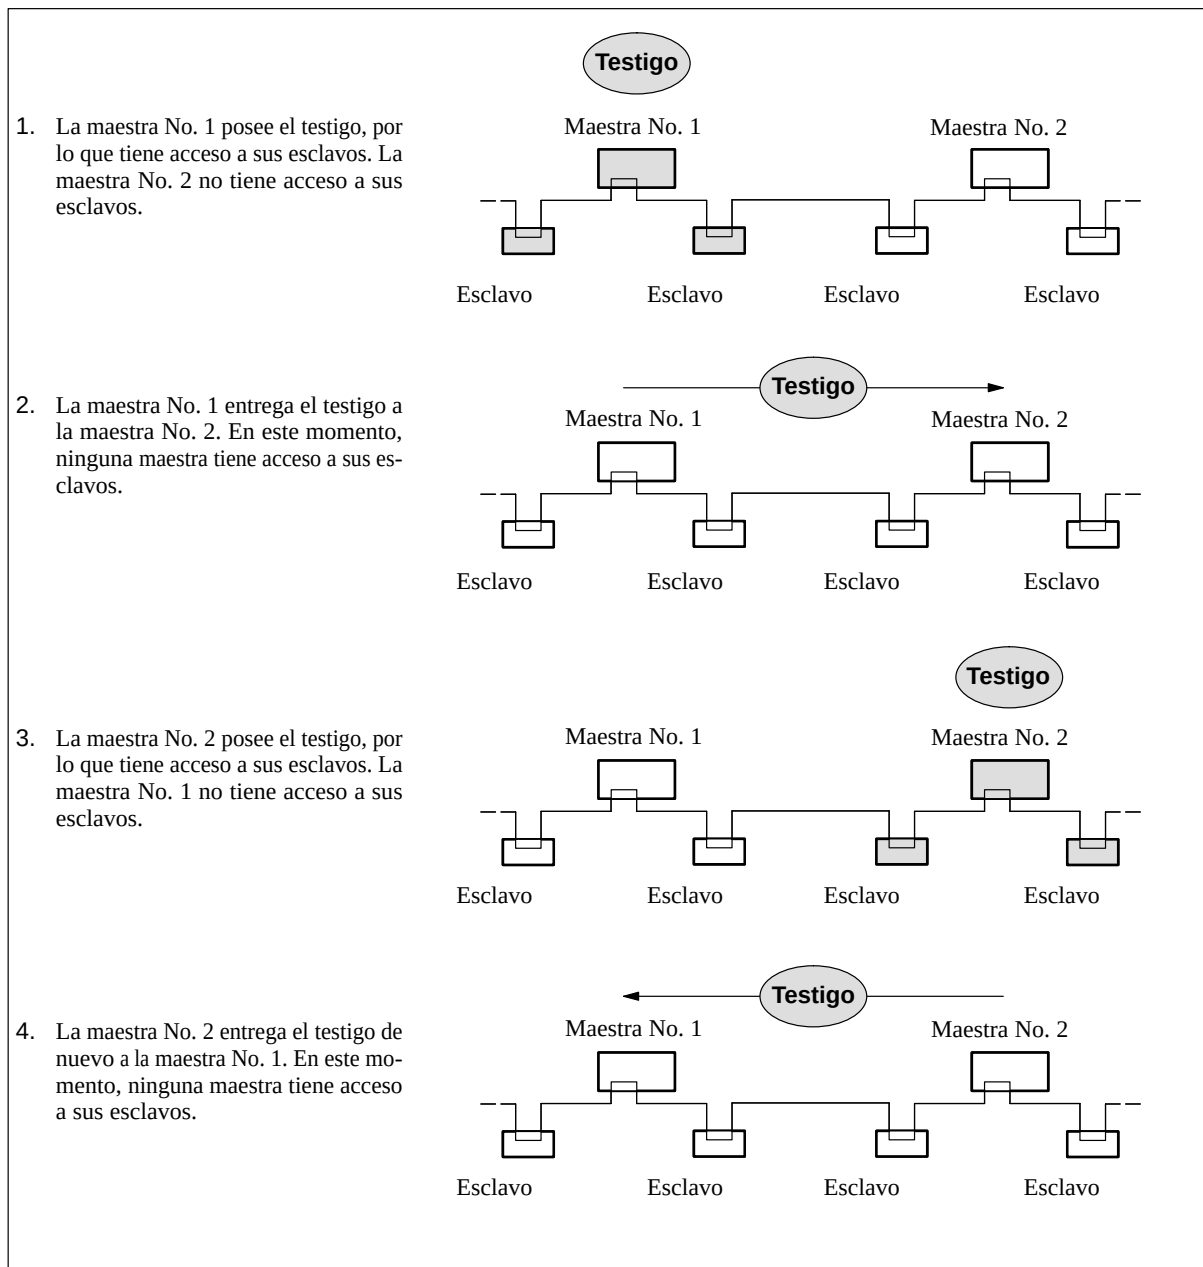

Figura C-10 Ciclo de testigo de dos maestras
- Fase de arranque: La maestra DP hace una pasada del programa representado en la figura C-10, comenzando con el ciclo de acogida de estación; a continuación empieza la operación permanente.
La figura C-10 muestra la entrega de testigo entre dos maestras (los pasos 1 hasta 4 se repiten cíclicamente). Esto rige también análogamente para varias maestras conectadas al bus.